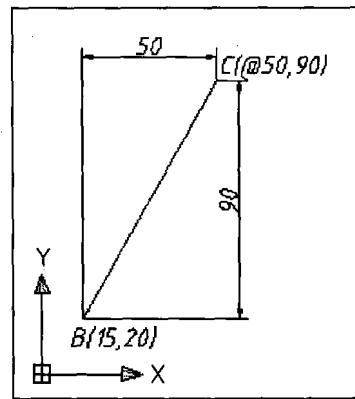

图 1-12 相对直角坐标
② 相对直角坐标 所谓相对直角坐标，是指某点相对于前一点沿 X 轴和 Y 轴的位移 (ΔX , ΔY)。输入时，必须在其前面加 “@” 符号。如图 1-12 所示，“@50, 90” 表示点 C 相对于点 B，沿 X 轴方向移动 50（数值的单位为操作当前状态设置的单位，后同），沿 Y 轴方向移动 90。也等同于点 C 的绝对坐标为 (65, 110)。